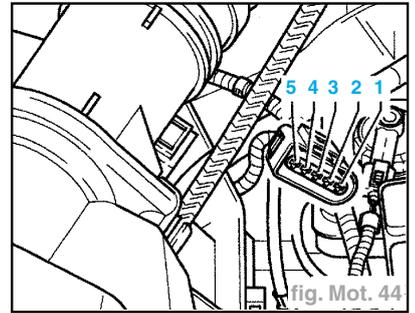

fig. Mot. 44
- Débrancher la fiche du débitmètre d'air massique (**G70**) (fig. Mot. 44).